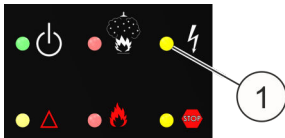

Fig. 21: LED “Fallo”
8. Comprobar si el LED “Fallo” (Fig. 21/1) se ilumina y si la indicación “Failure tank triggering” se muestra en la pantalla.